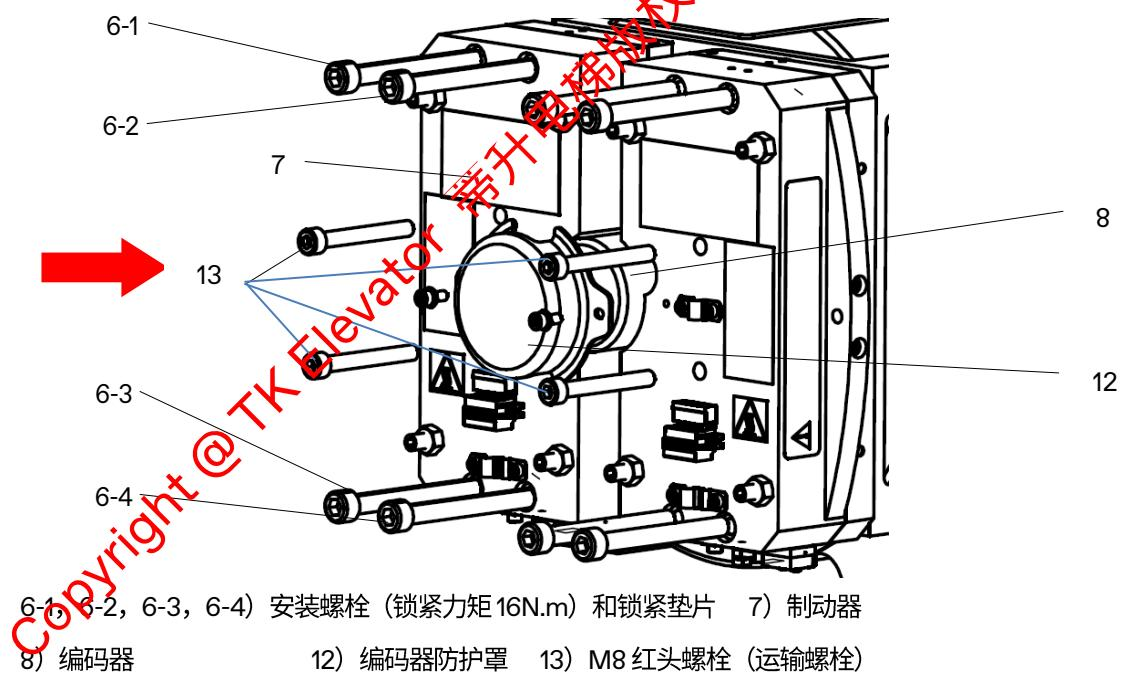

图 8-4b 制动器安装拆卸示意图 (带 M8 红头螺栓)
- e. 装上运输用螺栓 13 (如图 8-4b);
2) 制动器的安装 (参见图 8-4b)
- c. 必须拆除运输用螺栓 13；(如图 8-4b)；